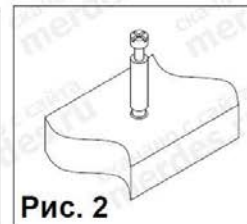

Рис. 2
2. Перевернуть столешницу 6 нижней стороной вверх (на нижней стороне этой детали имеются 4 пластиковых муфты). Прикрутить опоры (15) к столешнице 6 при помощи саморезов (20) (см. сх. 2). Закрутить дюбеля стяжек-растеск (4) в муфты (см. рис. 2). Перевернуть столешницу 6 и соединить ее с каркасом собранной тумбы. Фиксацию стяжек-растеск (3) произвести путем поворота их по часовой стрелке. Закрутить дюбеля стяжек-растеск (4) (см. рис. 2) в муфты расположенные на верхней стороне столешницы 6 и забить шкант (9) в соответствующее отверстие диаметром 8 мм так, чтобы
3. Забить шканты (1) в нижние торцевые отверстия стенки задней 8 и соединить ее со столешницей 6. Произвести фиксацию стенки 8 с боковиной 7 при помощи евроинтов (2). Далее забить шканты (1) в торцевые отверстия